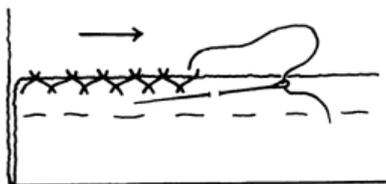

Рис. 6
КРЕСТООБРАЗНЫЙ СТЕЖОК (РИС. 6)
1. Заматайте деталь в нужном месте (на выбранном примере изображен подгиб) (рис. 6).
2. Закрепите нить с левого конца изделия и сделайте маленький стежок «вперед иголку» на нижней детали. Удерживайте край подгиба на ладони, т. е. в направлении, указанном на рис. 6. Стежок должен быть сделан не точно вровень с закрепляемым краем, а чуть выше него. Выведите иголку, вытянув нить до конца, но не без натяжения.
3. Через несколько сантиметров сделайте с правой стороны такой же маленький стежок «вперед иголку», но на сей раз вколите иглу в подгиб (за 4–5 мм от края) (рис. 6). Вытащите иголку и потяните нить, как в предыдущий раз.
Он особенно подходит для подгибов и обтачек из эластичных тканей (джерси и т. п.): в отличие от разных видов крестообразных стежков, показанных на рис. 6 и 7, закрепление с использованием данного стежка получается менее заметным с лицевой стороны. Обметайте край, выполните подгиб и заметайте его.